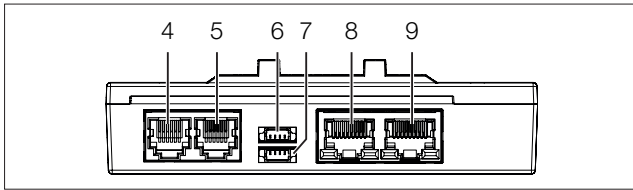

Abb. 12: Rückseite des Access Control
- Schließen Sie ggf. folgendes Anschlusszubehör am entsprechenden Anschluss an (Abb. 12, Pos. 4 bis 7).
- Verbinden Sie den Access Control über ein CAN-Bus-Verbindungskabel mit einer CAN-Bus-Schnittstelle des Rittal Embedded Device bzw. der benachbarten Komponente im CAN-Bus (Abb. 12, Pos. 8, 9).
- Schließen Sie ggf. an der zweiten, freien CAN-Bus-Schnittstelle des Access Control (Abb. 12, Pos. 8, 9) eine weitere Komponente an (z. B. einen anderen Sensortyp).